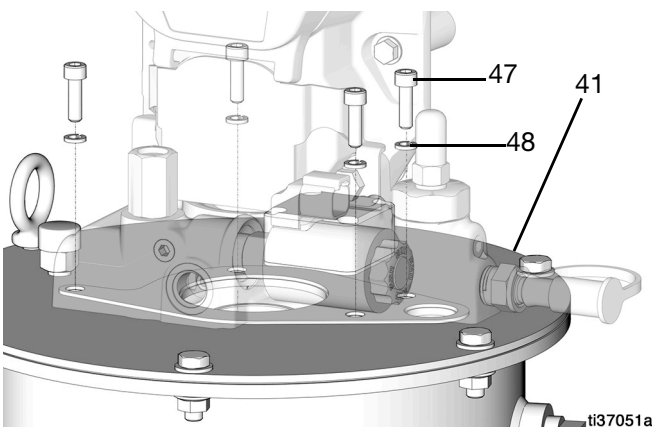

図 26
4. 5 mm 六角レンチを使用して、タンク (41) にポンプを保持している4つのボルト (47) と4つのワッシャ (48) を緩めて取り外してください (図 26)。